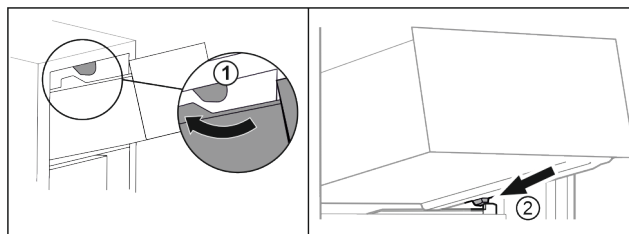

Fig. 90
- ▶ Vedte zásuvku podél horních zářezů. Fig. 90 (1)
- ▶ Nasadte zásuvku šikmo za dolní zářezky na žebrování na nádoby. Fig. 90 (2)